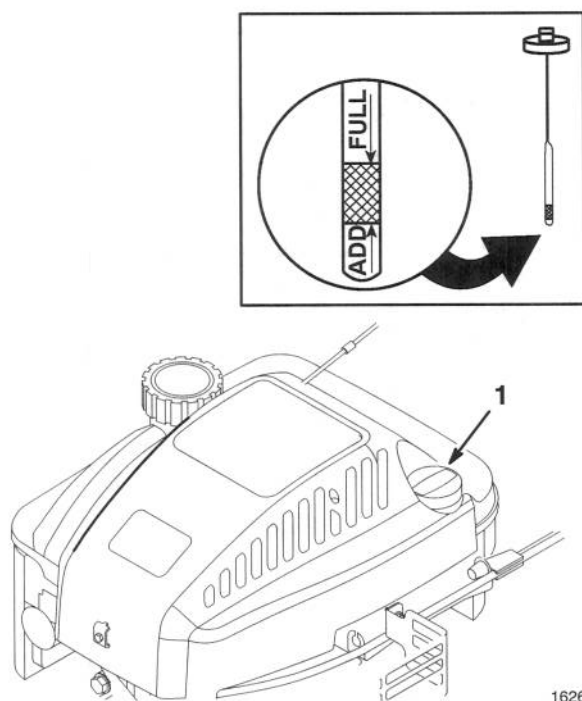

Figure 2
Avant chaque usage, s'assurer que le niveau d'huile se situe entre les repères ADD et FULL (Fig. 2). Ajouter de l'huile suivant les besoins.
1. Placer la tondeuse sur une surface plane et nettoyer le pourtour de la jauge d'huile (Fig. 2).
3. Essuyez la jauge d'huile et insérez-la dans le col de remplissage. Tournez le bouchon d'un quart de tour dans le sens des aiguilles d'une montre. Enlevez ensuite la jauge d'huile et vérifiez le niveau d'huile (Fig. 2). Si le niveau est bas, ajoutez une quantité d'huile qui soit tout juste suffisante pour amener le niveau à la marque FULL (PLEIN) sur la jauge d'huile. **NE REMPLISSEZ PAS AU-DELÀ DE LA MARQUE FULL (PLEIN) CAR LE MOTEUR POURRAIT ÊTRE ENDOMMAGÉ LORS DU DÉMARRAGE.**